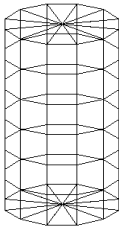

图 4-13 圆柱体
- 2. 按命令行提示，分别指定圆心、指定半径、指定圆柱高度。生成的圆柱体，如图 4-13 所示。